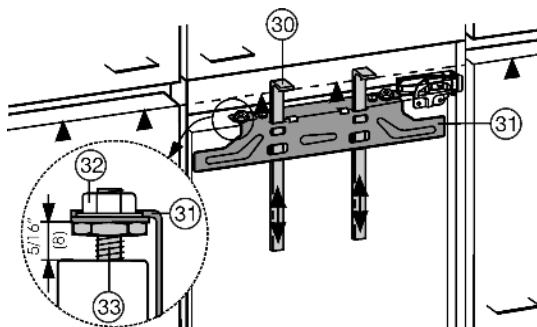

Fig. 21
- ▶ Spingere gli attrezzi di montaggio Fig. 21 (30) verso l'alto all'altezza dell'anta del mobile. Bordo inferiore di battuta ▲ dell'attrezzo di montaggio = Bordo superiore dell'anta da montare.
- ▶ Allentare la traversa di fissaggio Fig. 21 (31) svitando i contro-dadi Fig. 21 (32).